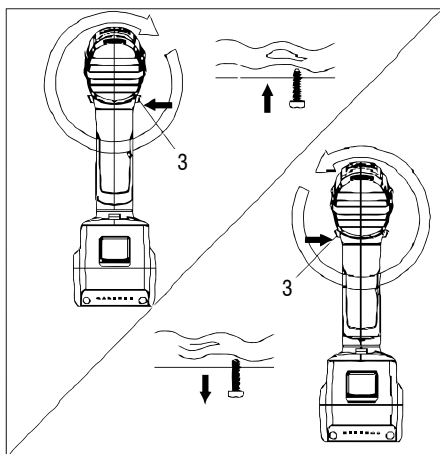

Fig. 5 – Sentido de rotación
Después de parar el motor, seleccione el sentido de rotación en el botón de reversión (3), conforme muestra la Fig. 5.
Luego después de la finalización de las tareas, en el stock y también en los mantenimientos del TALADRO/ ATORNILLADOR, posicione el selector de sentido de rotación (3), Fig. 5, en la posición central. De esta forma, el interruptor de accionamiento (4) quedará trabado en la posición apagado, lo que evitará accionamientos involuntarios.